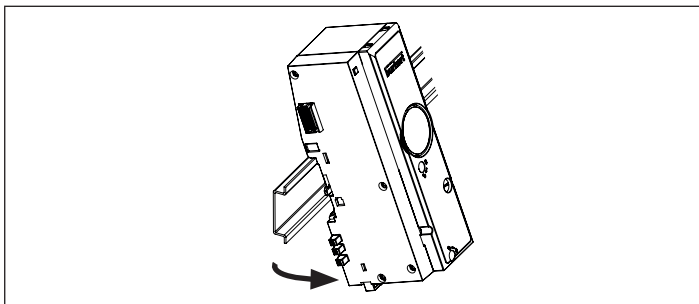

Abb. 18: Anschlussmodul von Normschiene lösen
→ Anschlussmodul nun leicht nach oben kippen und von der Normschiene lösen (siehe „Abb. 18“).
- Anschlussmodul nun leicht nach oben kippen und von der Normschiene lösen (siehe „Abb. 18“)
→ Ventilbaugruppe nun leicht nach oben kippen und von der Normschiene lösen (siehe „Abb. 18“).